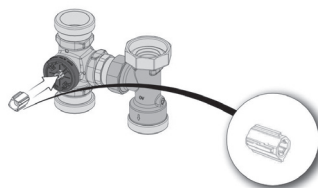

Abb. 18
4. Den, dem Stellmotor beiliegenden, Adapter (3) (Abb. 18) auf das Mischerk  n setzen.
5. Achten Sie darauf, dass der lange Steg des Adapters nach unten zeigt (Abb. 18).